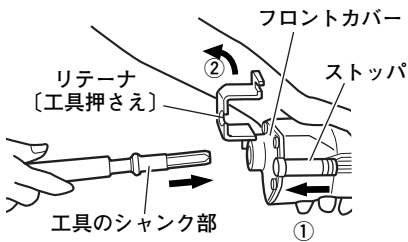

図 3
- (1) ストッパを矢印①の向きに押し、リテーナ [工具押さえ] を矢印②の向きに回転させます。次に工具のシャंक部をフロントカバーの六角穴へ一杯にさし込みます。(図3)
- (2) ストッパを矢印①の向きに押しリテーナを元に戻して工具が抜けないようにしてからストッパをはなします。